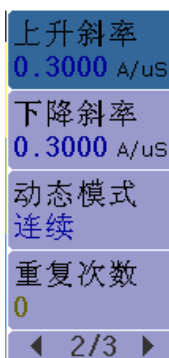

图 3-2
3. 如图 3-2 所示为参数设置区域，旋转**旋钮**将光标移到对应设置项上，输入数值或根据软键栏选择相应功能。